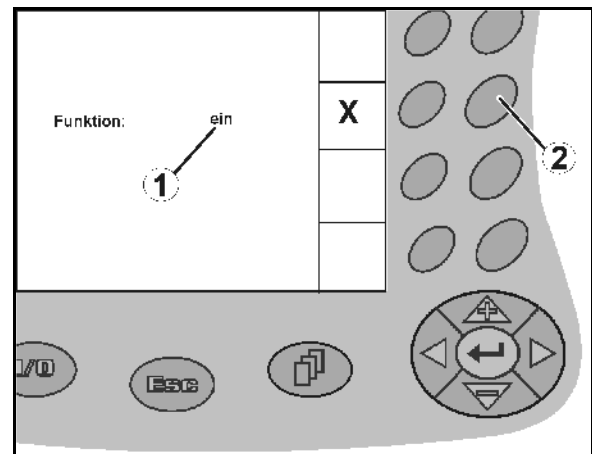

**Рис. 13**
-  1. Позиционируйте указатель в виде стрелки (Рис. 13/1).
-  2. Выбранное значение переносится (Рис. 13/2).